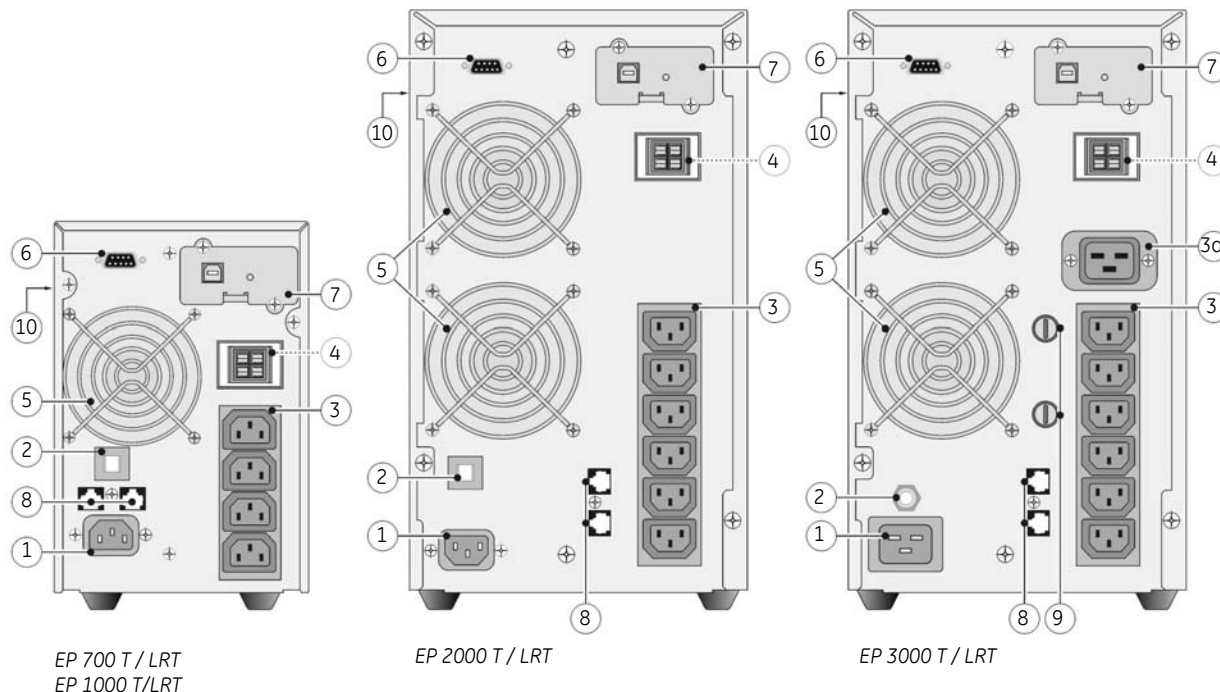

Рис. 3.3.1: задняя панель настольных моделей (EP XXXT или EP XXXLRT)
ВАЖНО Перед тем, как выполнять подключение к электросети и включение ИБП, пожалуйста, проверьте выполнение следующих условий: <ul style="list-style-type: none">• Напряжение электросети, к которой подключен ИБП, должно быть 220—240 В, а частота — 50/60 Гц. Выходная частота ИБП автоматически устанавливается в соответствии с частотой входной сети.• Суммарная мощность подключенного к ИБП оборудования не превышает номинальную мощность самого ИБП (указана на его табличке). (10, рис. 3.3.1/3.3.2).
Отсоедините сетевой шнур (тип 250 В~ / 10А) от компьютера и подключите его к входной розетке (1, рис. 3.3.1 / 3.3.2) на задней стороне ИБП.
Подключите соответствующий шнур питания (250В/16А) к входной розетке на задней панели ИБП (1, рис. 3.3.1 / 3.3.2).
- 4 Подключите нагрузку к выходным розеткам ИБП (3/3а, рис. 3.3.1/2) с помощью шнуров, которые поставляются вместе с ИБП. По возможности, распределите нагрузку равномерно между розетками. При использовании разветвителя для подключения нескольких устройств к одной розетке, пожалуйста, обратите внимание, что максимальный ток на каждой выходной розетке ИБП составляет 10 А (розетка 3) или 16 А (розетка 3а). Смотрите рис. 3.3.1/2.
- 6 Включите входной автомат, если это возможно (2, рис. 3.3.1/2). Вентилятор (-ы) начнут вращаться и ИБП включится в режим ожидания (STANDBY). АКБ начнут заряжаться.